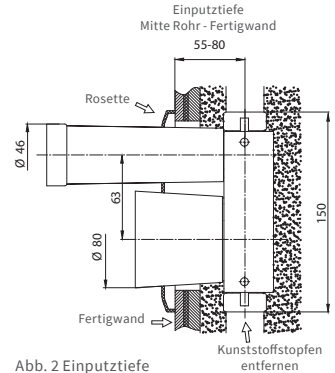

Abb. 2 Einputztiefe
- 2.2. Die optimale Einputztiefe Mitte Rohr unter Fertigwand beträgt 55 mm bis 80 mm (Abb. 2). Größere Einputztiefen erfordern später Verlängerungshülsen für die Rosette sowie eine zweiteilige Spindelverlängerung.
- 2.4. Kunststoffstopfen entfernen (Abb. 2).
- 2.2. The optimal depth for the flush-mounted centre pipe under the prefabricated wall is 55 mm to 80 mm (figure 2). Greater flush-mounting depths require subsequent extension sleeves for the rosette and a two-part spindle extension.
- 2.4. Remove the plastic stoppers (figure 2).